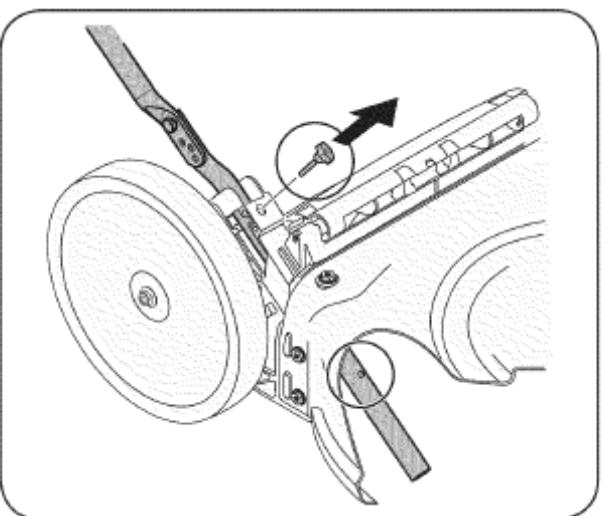
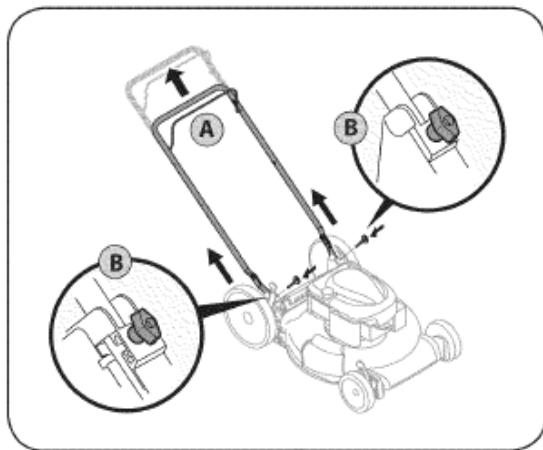

РИС. 3
РИС. 4
2. Выкрутите болты с Т-образной головкой из кронштейнов рукоятки, как показано на Рис. 3.
- Потяните рукоятку вверх, пока отверстия в нижней рукоятке (показаны на Рис. 3 в разрезе корпуса изделия) не совместятся с отверстиями в кронштейне рукоятки (см. Рис. 4).
- Вставьте болты с Т-образной головкой, выкрученные на предыдущем шаге и плотно затяните их, чтобы зафиксировать рукоятку (см. Рис. 4).